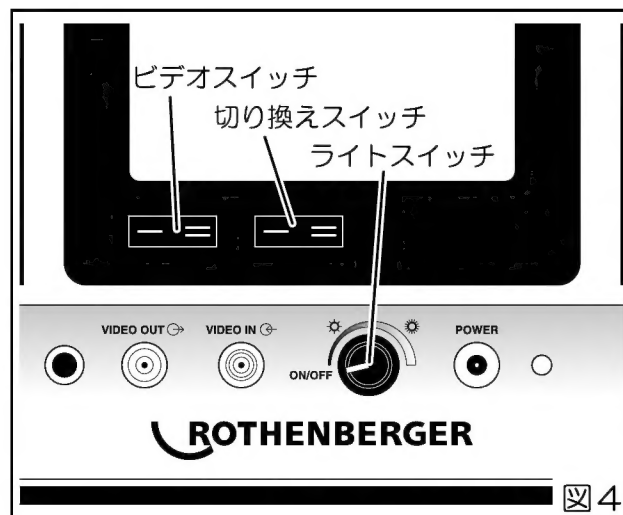

図4
- ・状況に応じてライトの明るさを調整してください。(図4)